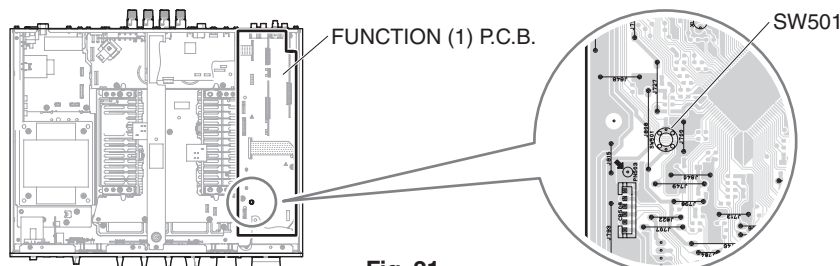

Fig. 21
2. While pressing the SW501 of FUNCTION (1) P.C.B., press the "⏻" (power) switch. (Fig. 21)
2. FUNCTION(1) P.C.B. の SW501 を押しながら "⏻" (電源) スイッチを押します。 (Fig. 21)